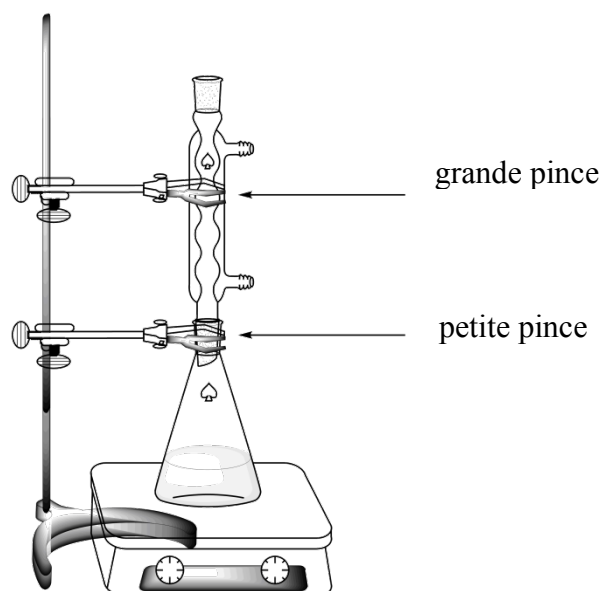

Figure 1. Montage de chauffage au reflux du mélange réactionnel
4. **Adapter** le réfrigérant en desserrant la grande pince et en ajustant les rodages (voir figure 1). **Lever** la carte « HELP ». Un assistant de laboratoire viendra ouvrir le robinet d'eau et mettre en route la plaque chauffante.
- À l'aide du montage à reflux (voir figure 1), **recristalliser** le produit brut présent dans l'erenmeyer rodé de 50 mL en utilisant la quantité nécessaire du mélange eau-éthanol préalablement réalisé. **Lever** votre carte « HELP ». Un assistant de laboratoire viendra ouvrir le robinet et mettre en route la plaque chauffante. Si nécessaire, **ajouter** du solvant par le haut du réfrigérant.